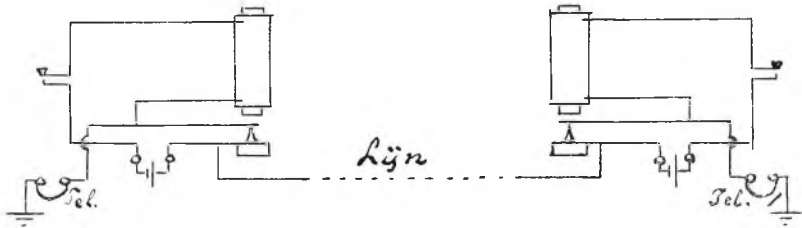

Fig. 7
7. De zoemer als telefoonoproepapparaat. Met hooge weerstand-telefoon (op elk station één schelp om te hooren en één om te spreken) kan men over één draad en (zelfs gebrekkige) aardverbindingen als terugleiding, gemakkelijk over een paar kilometer gesprekken voeren. Met de zoemervonk in serie in de geleiding (vonkende zoemer) geven de telefoons voldoende geluid om in een kleine kamer een oproepsignaal, met den zoemer gegeven, te vernemen (fig. 7). Iets dergelijks is het gebruik van den Cardewsouder op gebroken kabels.